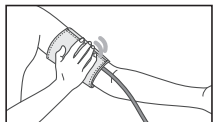

Fig.9
3. Lipiți manșonul atunci când el este bine fixat pe braț, dar să nu îl strângă tare (fig.9). Manșonul prea strâns sau prea liber plasat poate duce la valori eronate.